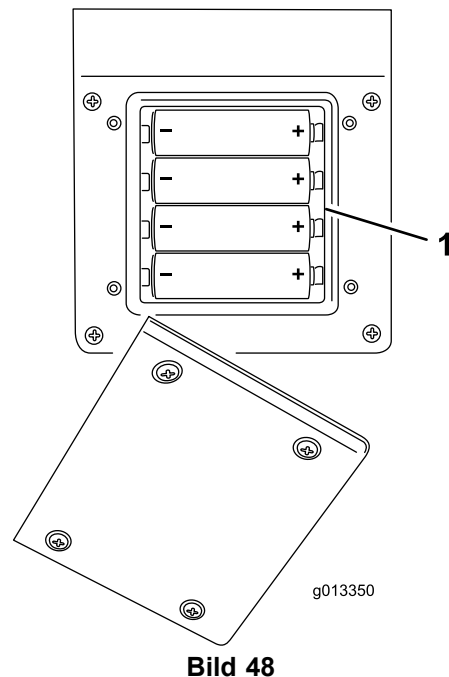

Bild 48
3. Legen Sie jede neue Batterie in das Batteriefach ein und achten Sie auf die richtige Polarität. (Wenn die Batterien falsch eingelegt sind, wird das Gerät nicht beschädigt; es funktioniert jedoch nicht.) Das Fach hat Polaritätsmarkierungen für jeden Anschluss (Bild 48). Stellen Sie sicher, dass die Batterien fest im Fach liegen.